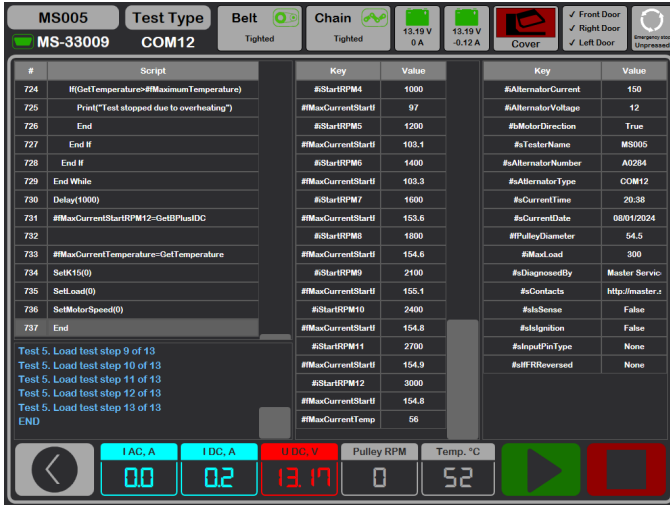

图 27. 自动测试模式菜单
6.在弹出的窗口中(见图 27)按下按钮。随后测试台将按照所选脚本自动完成全部检测。如有需要,可通过按钮中断测试过程。